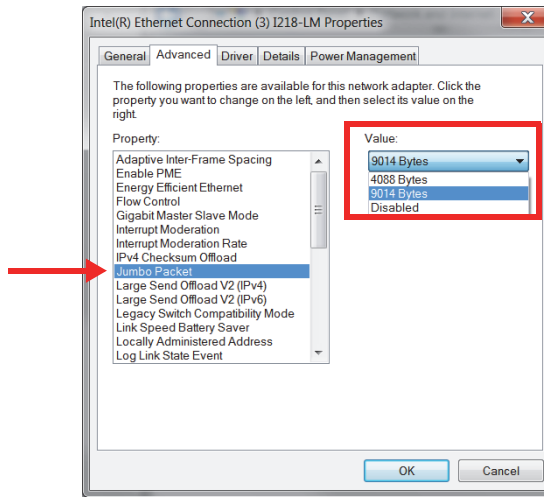

Abbildung 1-8 Einstellungen der Registerkarte Advanced
4. In der Registrierkarte **Advanced** (Erweitert), in der Liste **Property** (Eigenschaften), wählen Sie entweder **Jumbo Paket** oder **Jumbo Frame** aus (Abbildung 1-8 auf Seite 31).